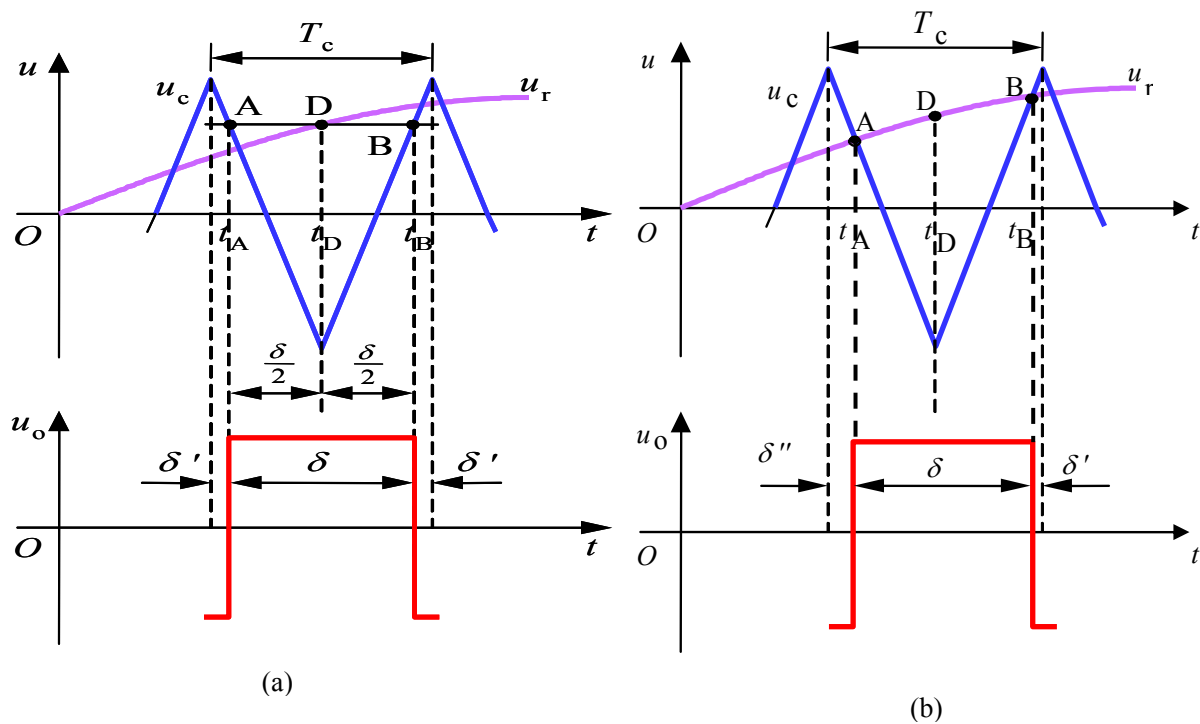

图 2 SPWM 波形两种算法
6. (4 分) 图 2 示意了 SPWM 波形的两种算法， $u_r$  为正弦波、 $u_c$  为三角波，指出哪个是规则化采样法，写出其 SPWM 脉冲宽度  $\delta$  计算公式。